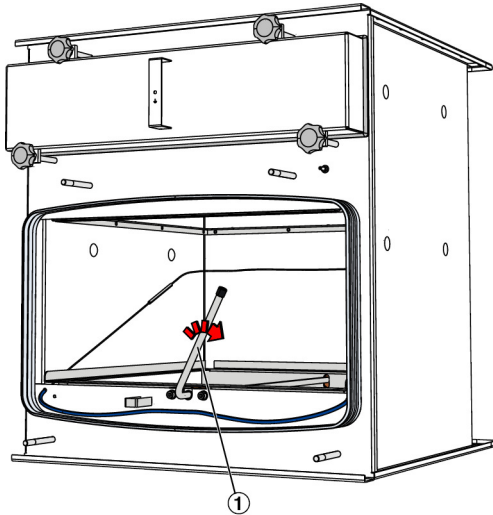

Abb. 4: Anpressvorrichtung lösen
3. ▶ Anpressvorrichtung durch Drehen des Hebels (Abb. 4/1) im Uhrzeigersinn entspannen.